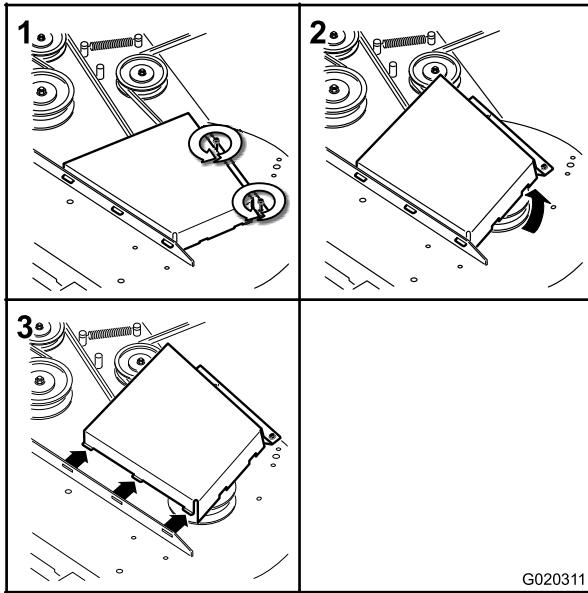

Figure 65
5. Retirez les couvercles de courroie (Figure 65).